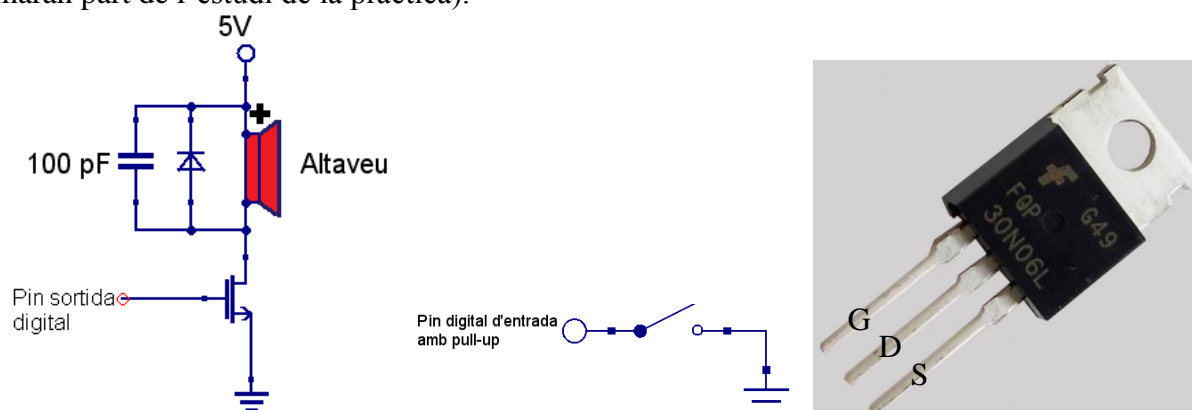

Figura 1. (Esquerra i centre) Circuits a implementar al protoboard per la part A. (Dreta) Imatge del transistor NMOS.
- 1) Munteu el(s) circuit(s) de la figura 1 i feu el que s'indica en els següents apartats. Pel díode, farem servir un de tipus Schottky. Consulteu a l'apartat 'Notes' el significat de 'Pull-up'.